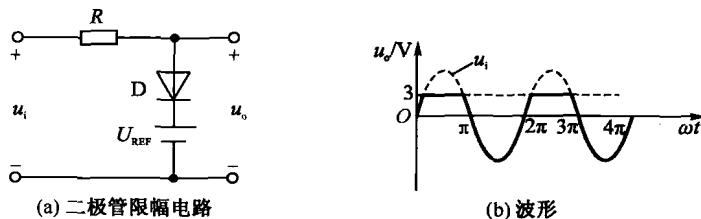

图 1.3.1 二极管限幅电路和波形
**【例 1.2】** 二极管限幅电路如图 1.3.1(a)所示, 已知 $R = 1k\Omega$ ,  $U_{REF} = 3V$ , 二极管理想,  $u_i = 6\sin\omega t$  (V), 试绘出 $u_o$ 的波形。
当 $u_i < 3V$ 时, 二极管D截止,  $u_o = u_i$ .  $u_i$  和 $u_o$  的波形如图 1.3.1(b)所示。